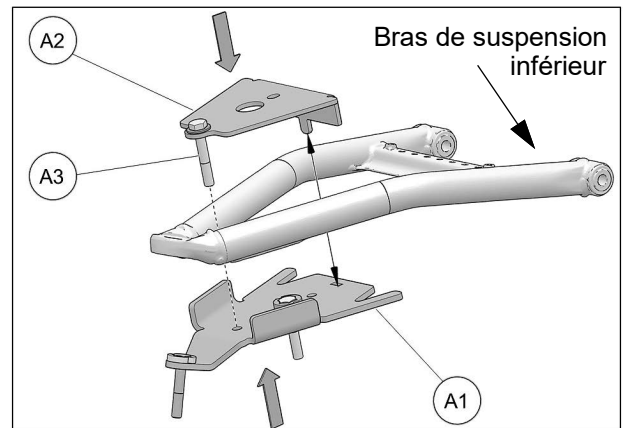

Fig. 28
11. Déposer la plaque supérieure (A2) sur le bras de suspension inférieur et soulever la partie inférieure de l'ancrage antirotation (A1) afin d'insérer le boulon (A3) et le tenon de la partie supérieure dans les trous correspondants de la partie inférieure. Fig. 28